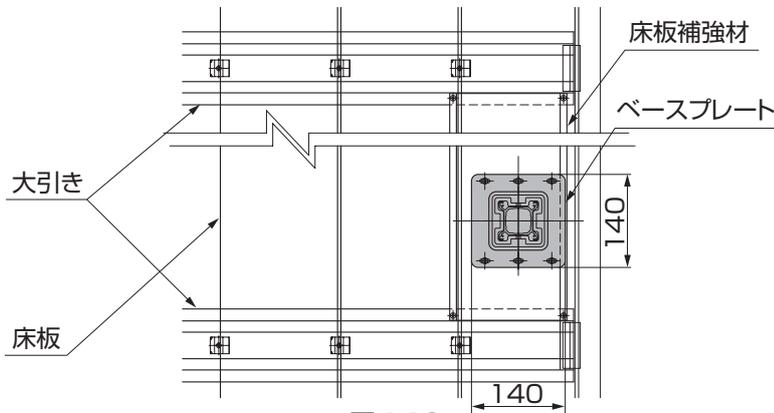
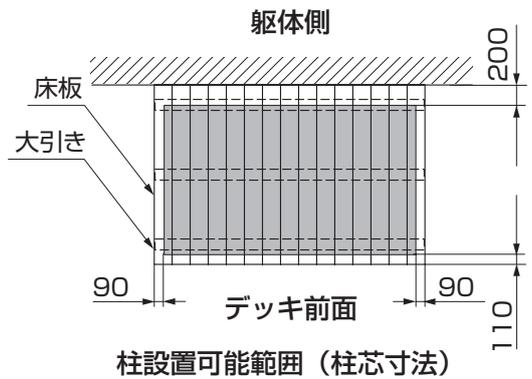
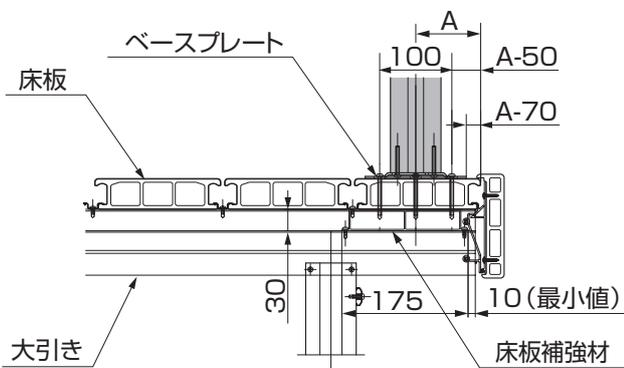
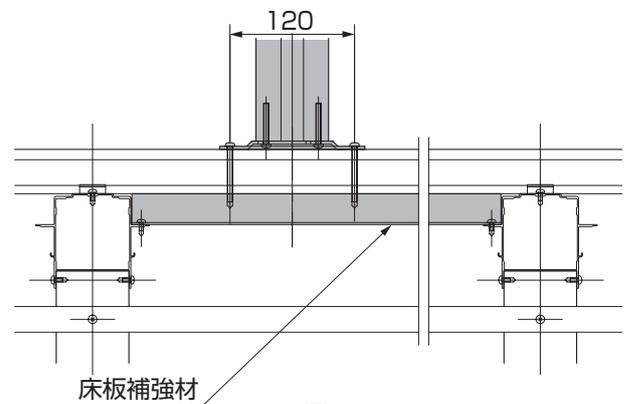

図4-19
図4-20
図4-21
図4-22
- デッキに図4-19、図4-20、図4-21、図4-22を参照して取付けてください。
- 図4-21のA寸法値の最小値は90mmです。
- 図4-21のA寸法の最大値は、フェンス固定アングルに手が届く約400mmの範囲内で自由に設定することができます。
②ネジ位置をマーキングしてください。